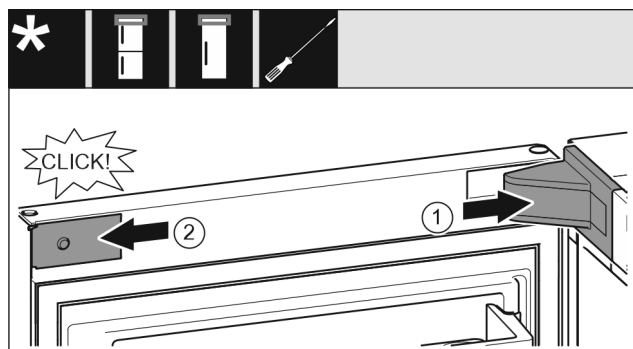

Fig. 20
- ▶ Nasadíte kryt ložiskovej konzoly a zaistíte, príp. opatrne rozťahte. Fig. 20 (1)
- ▶ Z boku nasadíte a zaistíte kryt. Fig. 20 (2)